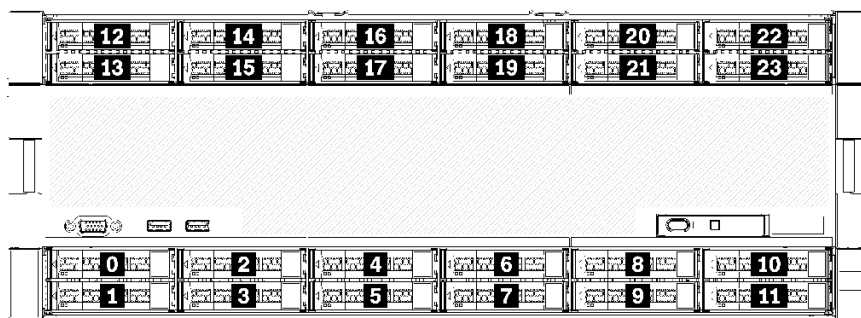

図 11. ドライブ・ベイの位置
- 上から 2 台のドライブでは SAS、SATA、または NVMe インターフェース・ドライブがサポートされています (Lenovo AnyBay)。このサーバーは、サーバー構成に応じて最大 12 台の NVMe ドライブをサポートできます。22 ページの図 11「ドライブ・ベイの位置」に示されているように、NVMe 対応ドライブ・ベイは偶数のベイです。